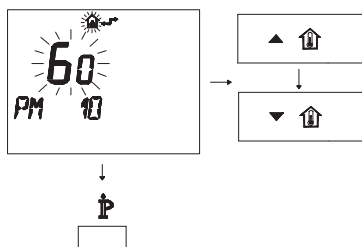

Figura 5.48
- Para modificar el punto de consigna programado use los botones **▲** o **▼** y espere a que el número programado comience a parpadear (Figura 5.48).